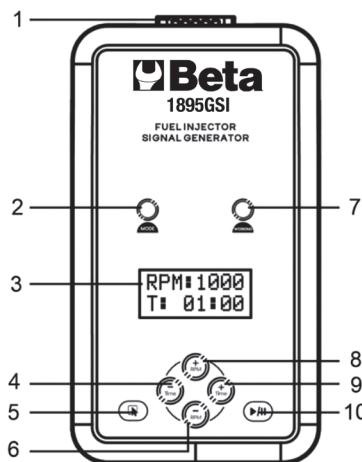

Fig. 1
- Selecteer de gewenste, gesimuleerde rotatiesnelheid door op de knoppen '+' (Afb. 1) en '-' (Afb. 1) te drukken.
- Stel de duur van het proces in door op de knoppen "+" (Afb. 1) en "-" (Afb. 1) te drukken.